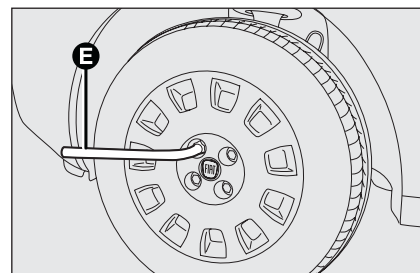

fig. 13
- ☐ afloje de una vuelta aproximadamente los tornillos de fijación, utilizando la llave en dotación **E-fig. 13**; en los coches equipados con llantas de aleación, remezca el coche para facilitar la separación de la llanta del buje de la rueda;